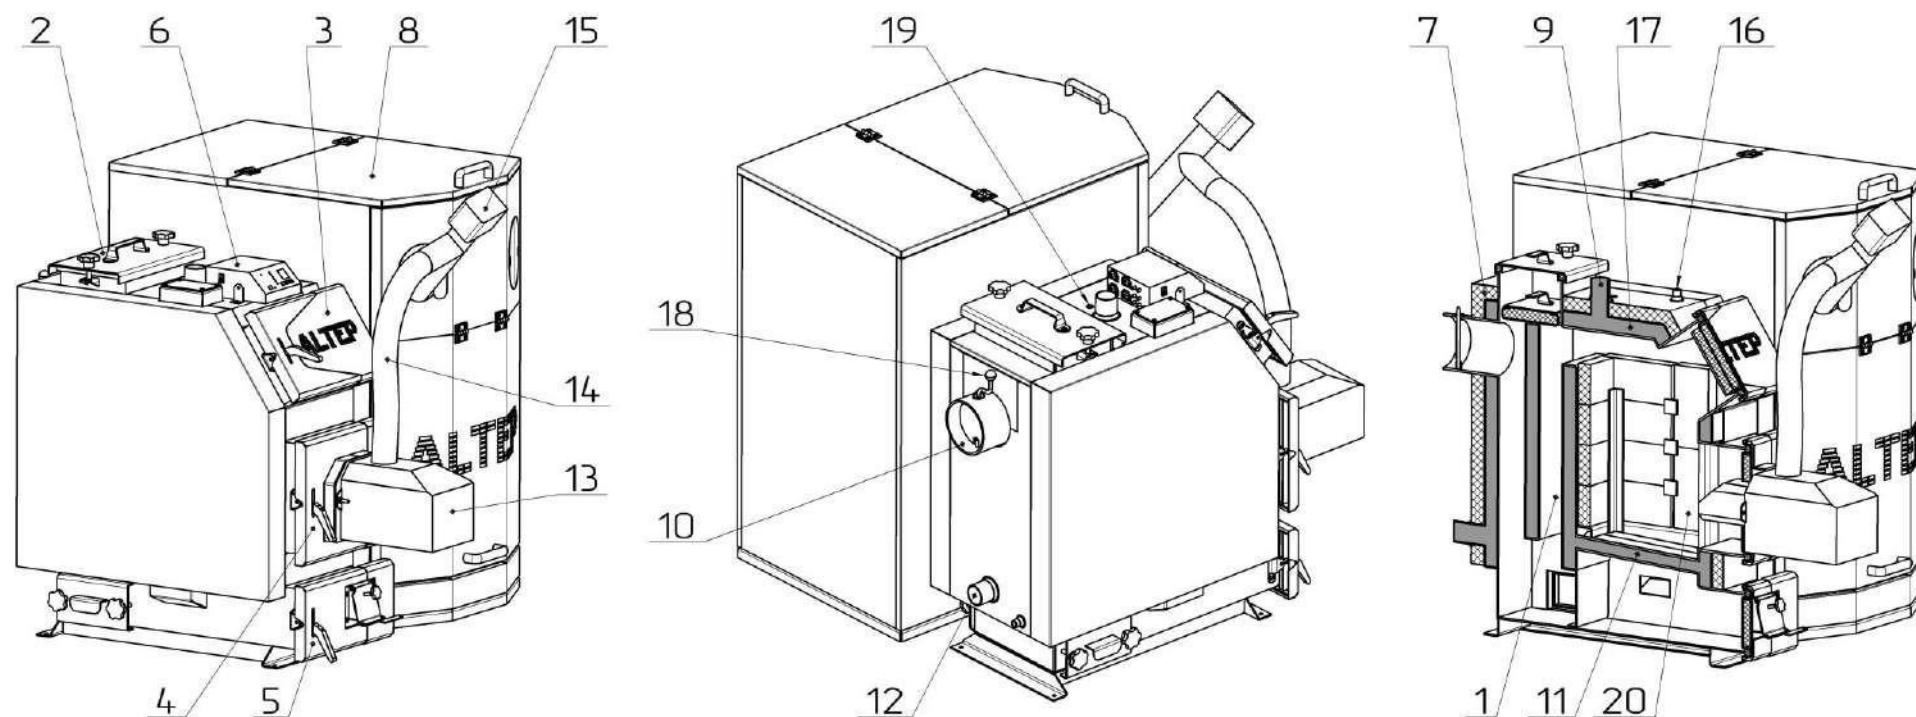

Рисунок 2 – Внешний вид и основные элементы котла типа КТ-3Е-РГ
Корпусом котла (поз. 1, рис. 2) является параллелепипед с двойными стенками, разделенными водными перегородками (поз. 17, рис. 2). Топочная камера расположена перед двухходовым теплообменником.
- шнекового (винтового) механизма подачи топлива, который приводится в движение мотор-редуктором (поз. 15, рис. 2);
- автоматической пеллетной горелки (поз. 13, рис. 2);
- электронного контроллера температуры (поз. 6, рис. 2).
Топливо для процесса сжигания подается автоматически из расположенного возле котла бункера для топлива (поз. 8, рис. 2) с помощью винтового (шнекового) механизма подачи. Шнековый механизм соединяется с горелкой гибким гофрированным рукавом (поз. 14, рис. 2), который изготовлен из легкоплавкого материала. Сгорание топлива (пеллеты) происходит в камере сгорания горелки на подвижном колоснике, который изготовлен из жаропрочной стали. Камера сгорания горелки выполнена из огнестойкой керамики.
Обслуживание котла заключается в периодическом добавлении топлива в бункер (поз. 8, рис. 2) и устранении золы из нижней части корпуса котла без необходимости погашения котла. После розжига котел не требует постоянного присутствия обслуживающего персонала в помещении, где он смонтирован. Эксплуатация котла может происходить непрерывно в течение всего отопительного сезона. Котел может также работать после отопительного сезона в системе с бойлером для горячего водоснабжения.
Дымовые газы выходят в дымоход через боров (поз. 10, рис. 2), расположенный в задней части котла. Боров оснащен встроенным дроссельным клапаном продуктов сгорания – шибером (поз. 18, рис. 2). В случае слишком высокой тяги в дымоходе шибер дает возможность снизить ее путем частичного перекрытия выходного отверстия борова
- дверцы топки (поз. 3, рис. 2);
- дверцы горелки (поз. 4, рис. 2);
- дверцы зольника (поз. 5, рис. 2).
- патрубков прямой сетевой воды (поз. 9, рис. 2);
- штуцер для установки предохранительного клапана (поз. 16, рис. 2);
- гильза для датчика температуры котла (поз. 19, рис. 2);
- дверцы для периодического обслуживания (чистки) конвекционной части котла (поз. 2, рис. 2).
В нижней части, на задней стенке, – патрубков обратной воды (поз. 12, рис. 2) и сливной патрубков.
Корпус котла обложен теплоизоляционным материалом – минватой (поз. 7, рис. 2).
Для обеспечения возможности работы котла в режиме ручной загрузки топлива в топку (например, дров), в нижней части топки размещена колосниковая решетка (поз. 11, рис. 2). Кроме того, на верхней стенке корпуса котла предусмотрено посадочное место для монтажа вентилятора (закрытое заглушкой), который будет нагнетать воздух в камеру сгорания (управление вентилятором осуществляется контроллером автоматически).
Для стабилизации процесса сгорания топлива, возможно, как опция, заказать модификацию котла с установленными керамическими катализаторами (поз. 20, рис. 2).